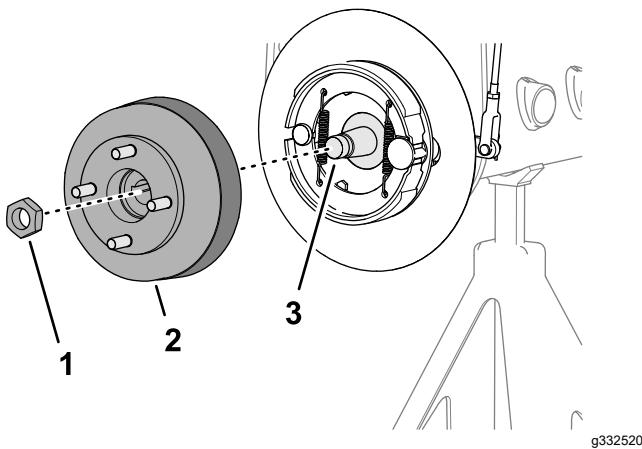

Figura 66
1. Remova a porca de bloqueio que prende o cubo ao eixo do motor da roda (Figura 65 ou Figura 66).
- 4. Utilize o extrator do cubo das rodas para remover o cubo das rodas e tambor dos travões do veio do motor das rodas (Figura 65 ou Figura 66).